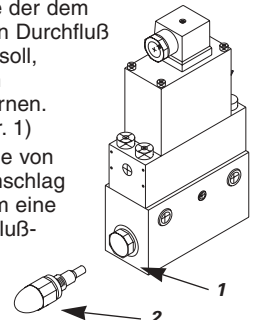

Abbildung 5
1. Das Steckerende der dem Anschluß, dessen Durchfluß geregelt werden soll, nächstgelegenen Unterplatte entfernen. (Siehe Abb. 5, Nr. 1)
2. Die Drosselklappe von Hand bis zum Anschlag einschrauben, um eine maximale Durchflußbeschränkung zu erzielen. (Siehe Abb. 5, Nr. 2)